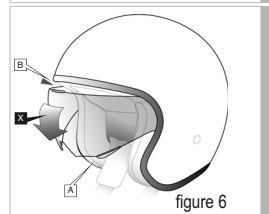

figure 6
Démontage - voir figure 6
Abaisser (voir Fig. 6) la visière dans la direction (X) jusqu'à la position d'ouverture complète en utilisant le point de prise approprié (A). Une fois parvenu à la position d'ouverture complète, pour le démontage il faut vaincre le blocage de fin de course (B) de la visière en exerçant une certaine force dans la direction (X) jusqu'à parvenir à une rotation de celle-ci au-delà du point de blocage. Cette situation est indiquée par le dépassement du bord supérieur de la visière au-delà du bord supérieur du casque.